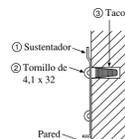

Fig. 3-2
- Insértese los tacos (3). (Fig. 3-2)